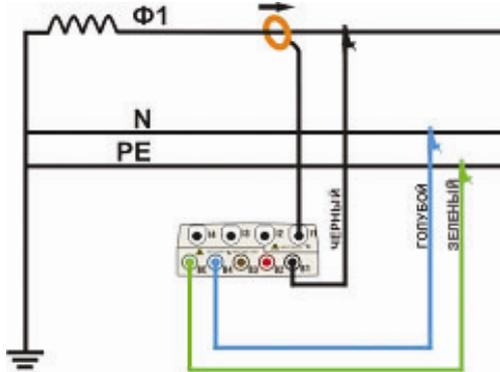

Рис. 125: Подключение прибора к **однофазной** системе (1Φ)
2. Произведите подключение измерительных проводов под напряжением к кабелям фазы, нейтрали и заземления с учетом цветов, как показано на рис.125.
3. Произведите подключение токового преобразователя к кабелю фазы L1, как показано на рис.125, соблюдая направление стрелки т/преобразователя, указывающее стандартную направленность тока от генератора к нагрузке. Перед началом записи убедитесь, что **на экранах (раздел Real Time Values/ Значения в реальном времени) производится отображение положительного значения активной мощности и коэфф. мощности, относящихся к нагрузке, которая обычно должна быть индуктивной.** В случае отрицательных показаний поменяйте направление подключения т/преобразователя на силовых кабелях на 180 градусов.